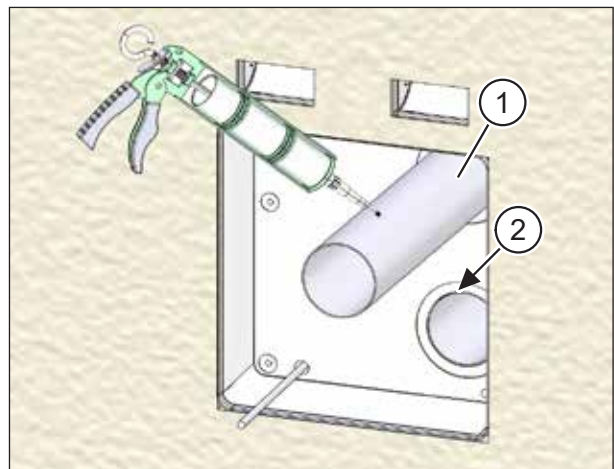

Abb. 35: Lüftungsrohre einsetzen und fixieren
- ▶ Tragen Sie dauerelastischen Dichtstoff auf die äußere Hülle der Lüftungsrohre (Pos. 1 in Abb. 35) auf.
- ▶ Schieben Sie beide Lüftungsrohre mit Drehbewegungen soweit in die Öffnungen des Montagesets ein, dass sie bündig mit der Innenseite des Montagesets abschließen (Pos. 2 in Abb. 35).